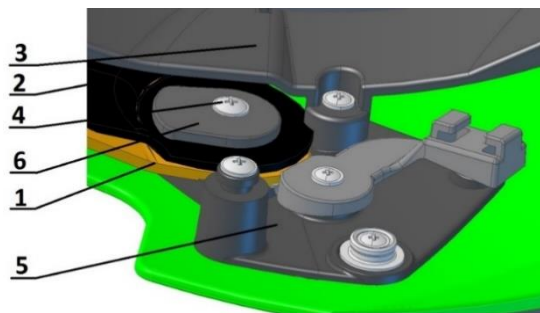

Fig. 17 Regolazione della visiera e degli occhiali.
Avvitare la vite (punto 3, Fig. 17) attraverso il foro nella cintura di ritenzione fuori dall'asse degli occhiali.
Estrarre la frizione (punto 5, Fig. 17) e gli occhiali danneggiati (punto 2, Fig. 17).
1. Avvitare la vite (punto 3, Fig. 17) attraverso il foro nella cintura di ritenzione fuori dall'asse degli occhiali.
2. Estrarre la frizione (punto 5, Fig. 17), gli occhiali (punto 2, Fig. 17), il pezzo di distanza (punto 6, Fig. 17) e la visiera danneggiata (punto 1, Fig. 17).